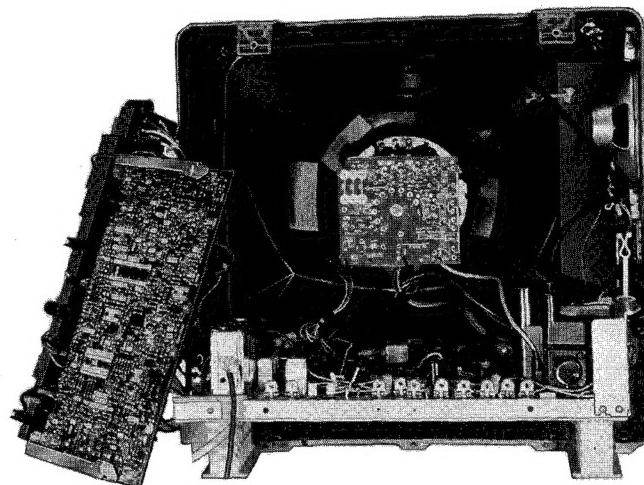

Fig. 3 Abb. 3
2. Pull the remote control block in fig. 3.
2. Fernbedienungssperre in Abb. 3 ziehen.